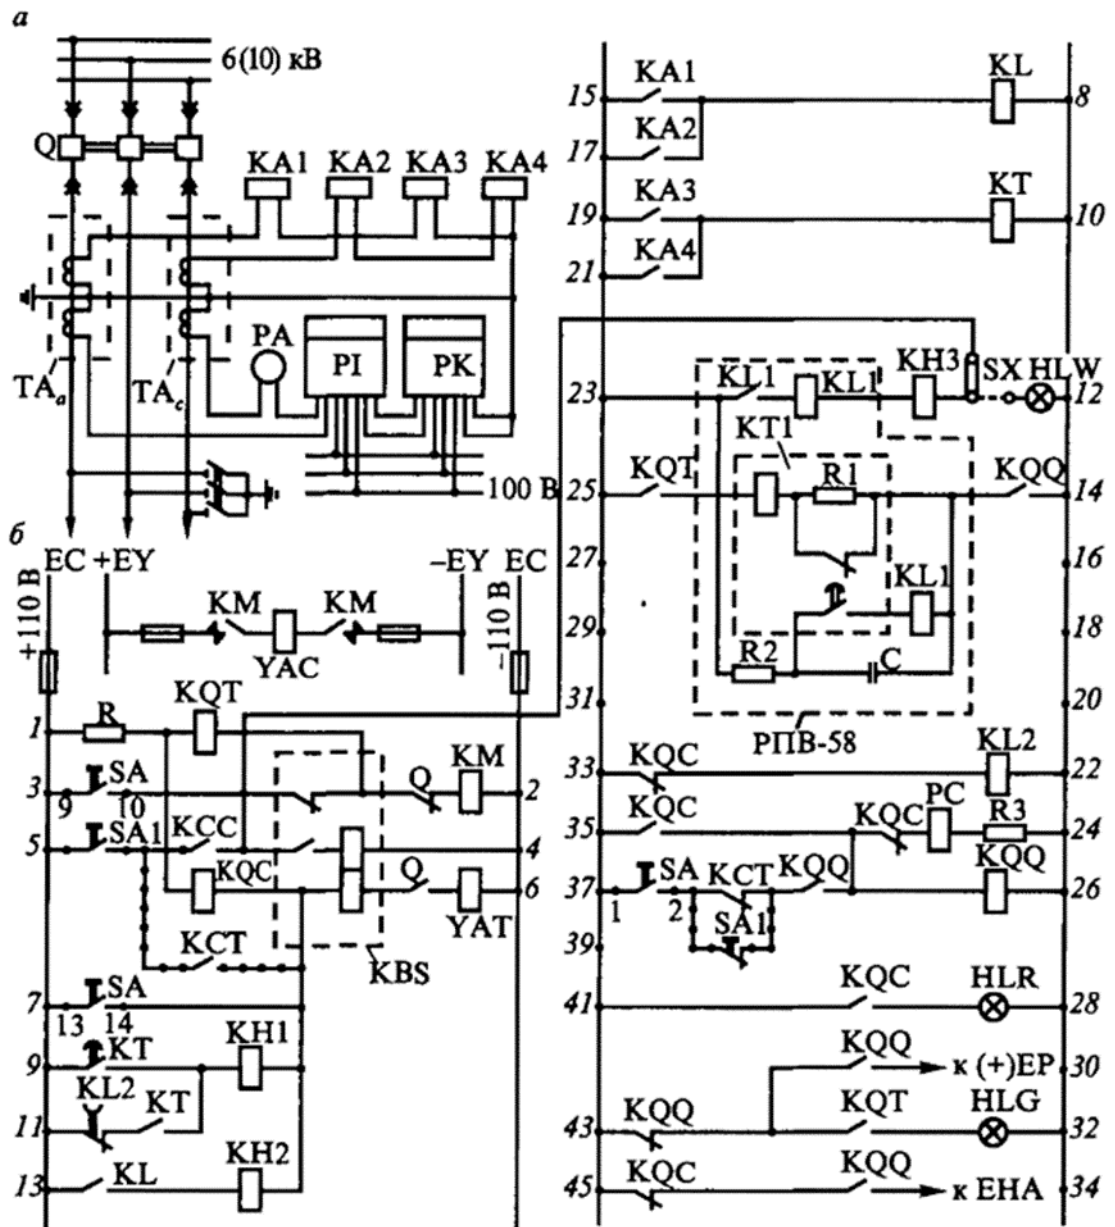

Рис. 3.3. Схемы управления, защиты и АПВ фидера 6 и 10 кВ:
1. Схема управления, защиты и АПВ фидера 6 и 10кв. (рис.3.3)